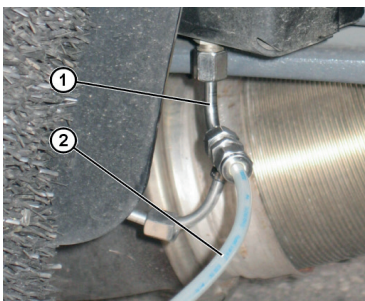

Abb. 4: Anschluss der Prüfdruckleitung_2
2. Prüfdruckleitung (Abb. 4, Pos. 2) je nach Fahrzeughersteller anschließen.
Prüfdruckleitung (Abb. 4, Pos. 2) direkt an das Dosiermodul anschließen.
Prüfdruckleitung (Abb. 4, Pos. 2) mittels Adapter (Abb. 4, Pos. 1) an das Dosiermodul anschließen.